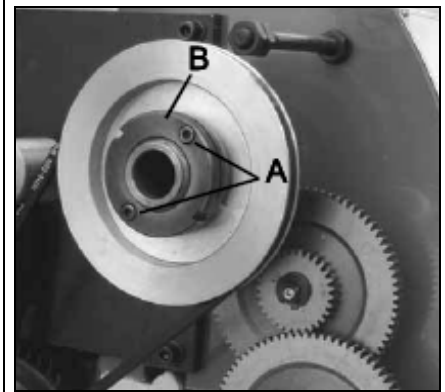

Abb. 36
Hauptspindellager (Abb. 36)
Die 2 Innensechskantschrauben (A, Abb.36) in der Schlitzmutter (B) an der Spindelrückseite lösen. Die Schlitzmutter festziehen bis das Axialspiel ausgeglichen ist. Die Spindel sollte sich noch frei drehen. Die 2 Innensechskantschrauben (A) wieder festziehen.